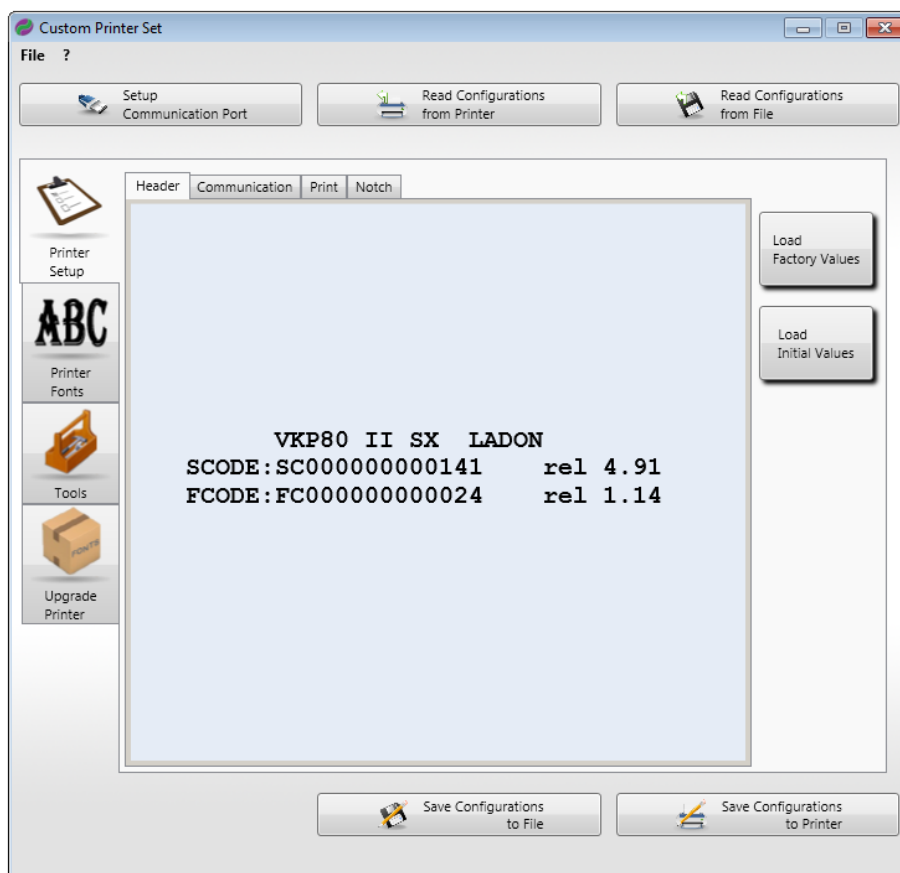

Рисунок 5 – Диалоговое окно настройки программы **CePrinterSet**.
1.3.8 Откроется диалоговое окно настройки принтера (см Рисунок 5).